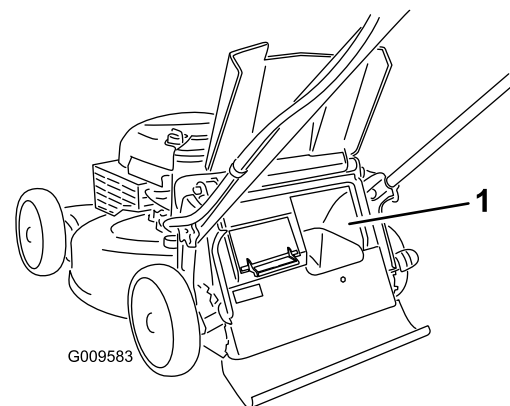

**Figura 25**
- Para ensacar los recortes de hierba y hojas, presione hacia dentro el botón de la palanca de ensacado a demanda y mueva la palanca hacia delante hasta que salga el botón de la palanca (Figura 25).